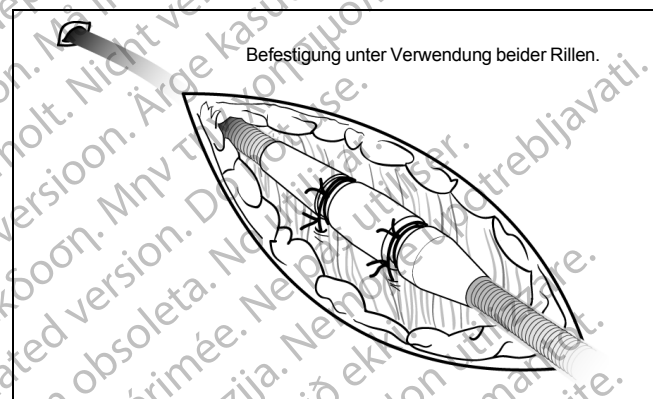

Abb. 7. Verwendung der Nahtmanschette bei der perkutanen Implantation.
1. Ziehen Sie die Einführschleuse ab, und schieben Sie die Nahtmanschette tief in das Gewebe hinein (Abb. 7).